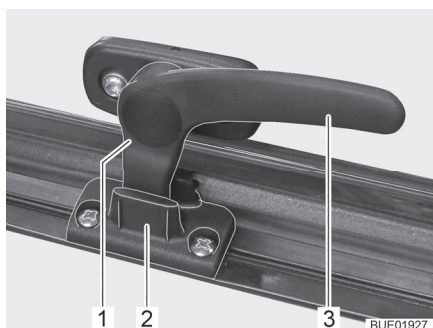

Fig. 12 Levier de verrouillage en position "Aération permanente"
- En position "Aération permanente" (Fig. 12)
- Tourner le levier de verrouillage (Fig. 12,3) d'un quart de tour vers le centre de la fenêtre.
- Tourner le levier de verrouillage d'un quart de tour vers le cadre de la fenêtre. Le tenon de verrouillage (Fig. 12,1) doit pénétrer alors dans le logement prévu à cet effet dans le verrouillage de fenêtre (Fig. 12,2).